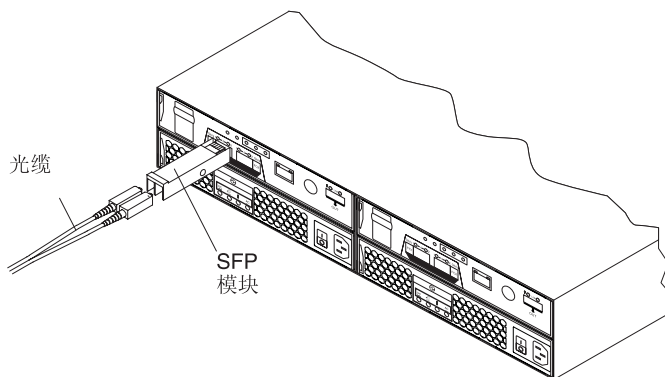

图 56. 将 SFP 模块插入主机端口
- d. 将 SFP 模块插入主机端口，直到它咔嗒一声到位。请参阅图 56。